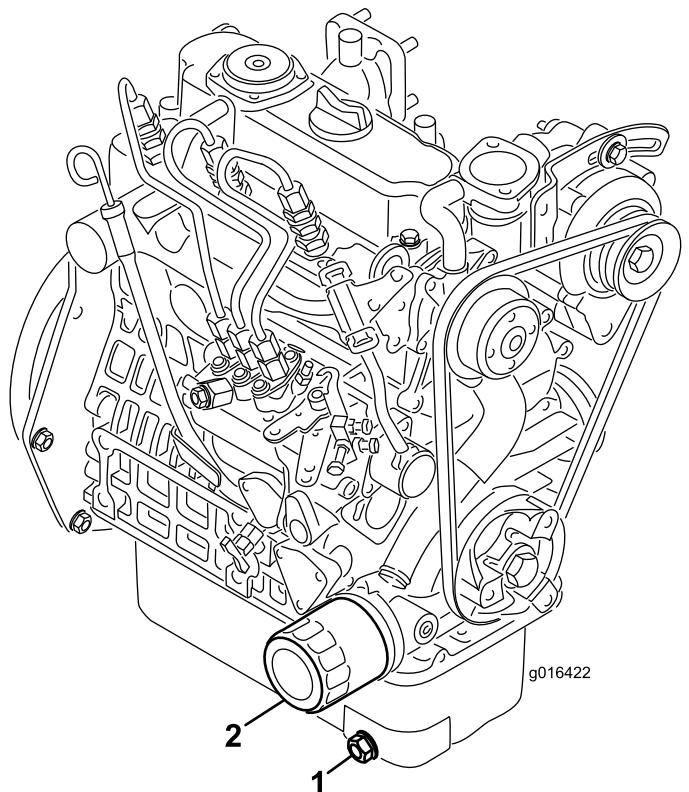

図 39
- ドレンプラグ **図 39**を外してオイルを容器に受ける。オイルが抜けたらドレンプラグを取り付ける。